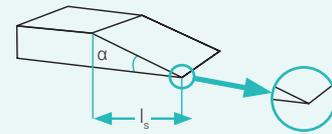

Abb. 3
- Ca. 0,5 m des Dichtungbandes abwickeln und mit einem scharfen Messer zur Klebeseite ohne Absatz schräg abschneiden → Länge des Schrägschnittes (l_s) = 3 x Dicke des Bandes mit einem Winkel $\alpha < 15^\circ$ (Abb. 3).